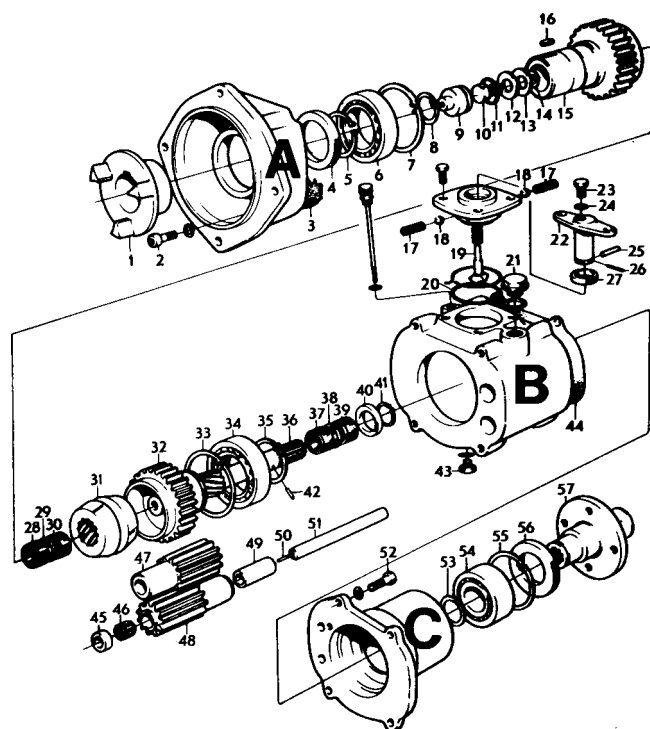

Fig. 1. Inverseur type MS, sans réducteur
2. Vider l'huile de l'inverseur en enlevant le bouchon de vidange (voir 43, fig. 1). Enlever la jauge d'huile et le bouchon de remplissage. **ATTENTION** : Il existe un joint de cuivre sur l'inverseur d'ancien modèle. Ce joint doit être jeté et remplacé par un joint aluminium.
3. Enlever les quatre vis de fixation du mécanisme de commande et soulever le couvercle jusqu'à pouvoir saisir le patin de glissement (19) par les doigts d'une main. Déposer ensuite tout le mécanisme.
4. Poser l'inverseur verticalement, côté de raccordement au moteur vers le bas. Enlever les quatre vis (52) et déposer le carter arrière. **REMARQUE** : Récupérer les cales au carter arrière (concerne inverseur MSB). Si l'inverseur est équipé d'un réducteur, déposer plutôt ce dernier. Enlever le joint (44). Au plan de joint entre le carter arrière (ou réducteur) et le carter intermédiaire, on peut voir les extrémités de deux arbres. Fixer ces derniers par un bout de ruban adhésif par exemple pour les empêcher de tomber quand on retourne l'inverseur.
6. Enlever le circlips (8) et sortir la douille (9) en se servant de l'outil 884490. (Concerne seulement MS.)
2. Extraire l'arbre (36, fig. 1). **REMARQUE** : noter les roulements à aiguilles (28 et 30) et la rondelle entretoise (29).